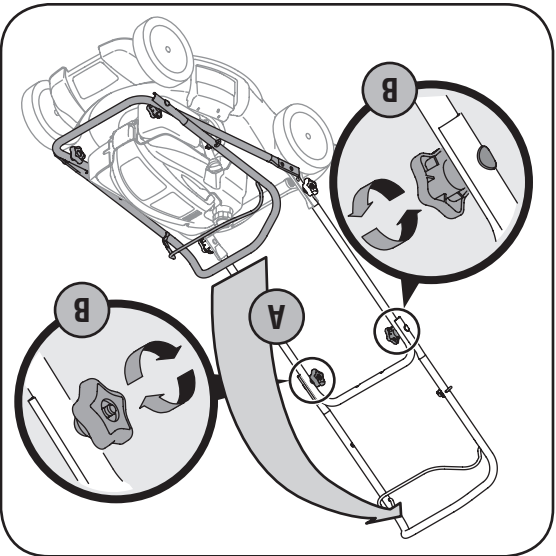

Figure 3-1
- Redressez le guidon supérieur vers vous pour le faire passer de la position A à la position de travail. Voir la Figure 3-1.